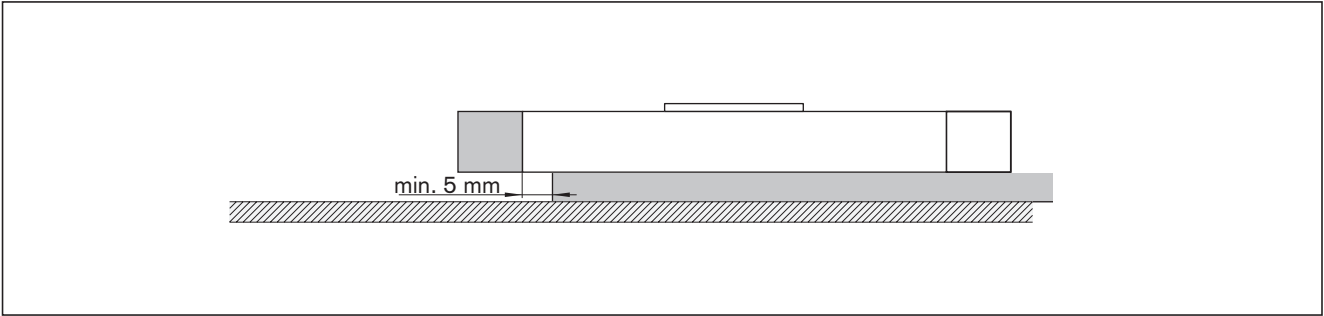

图 6: 与端板的最小距离/最大许用挠度
- ▶ 当固定在主框架处时，应注意与端板保持至少 5 mm 的距离 ➡ 图 6。